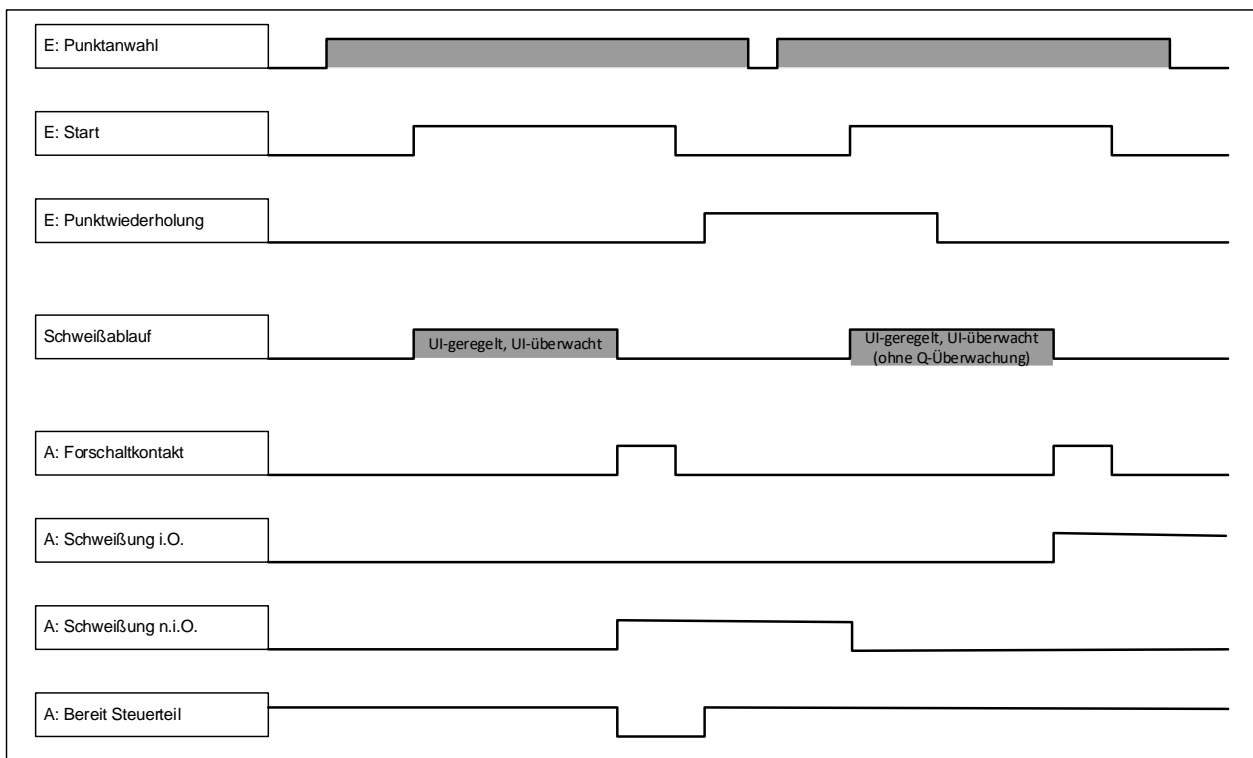

Abb. 7: Wiederholschweißung nach neuer Flanke auf Startsignal
- Wiederholschweißung nach neuer Flanke auf Startsignal (siehe Ablaufdiagramm Abb. 7):